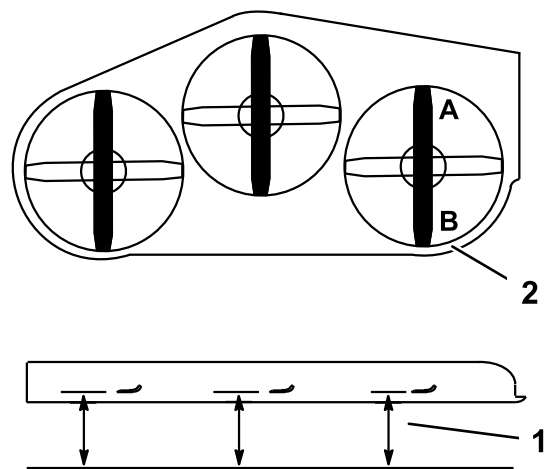

Figura 96
2. Disponete una lama in posizione longitudinale rispetto alla macchina. Misurate ai punti A e B da una superficie piana fino al tagliente della punta della lama (Figura 96).